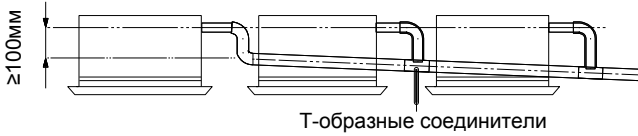

Рис. 4.28
- ①. Металлический хомут
- ②. Дренажный шланг(аксессуар)
- ③. Изолирующая лента (аксессуар)
- (3) При объединении нескольких дренажных линий от кондиционеров в общую магистраль соединения следует выполнять как показано на рис. 4.28, 4.29.